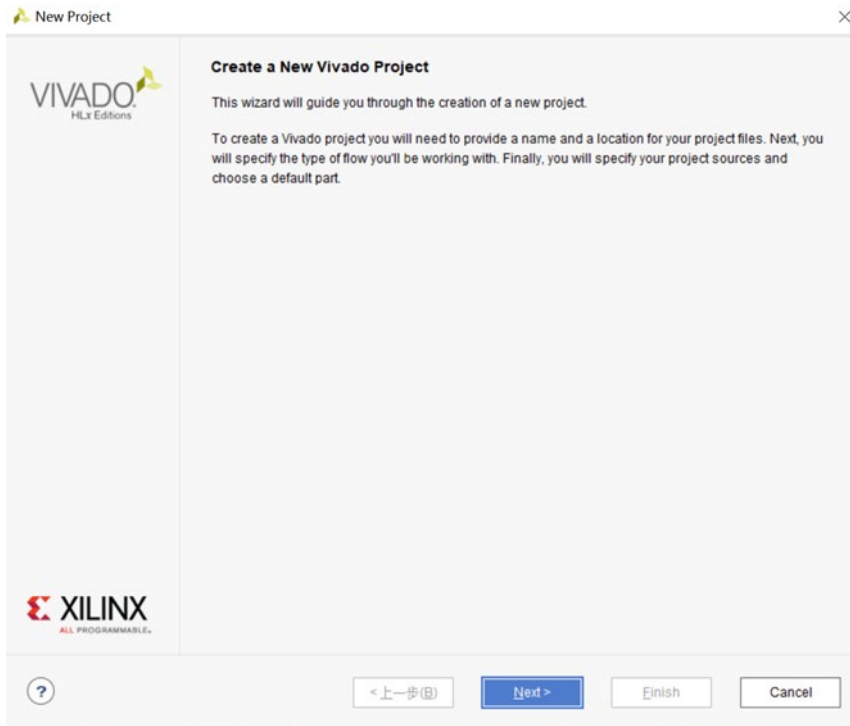

图 2.5.1 New Project
- (1) 双击桌面 Vivado 快捷图标 ，启动 Vivado。
- (2) Create Project 进入 New Project 向导，如图图 2.5.1 所示。